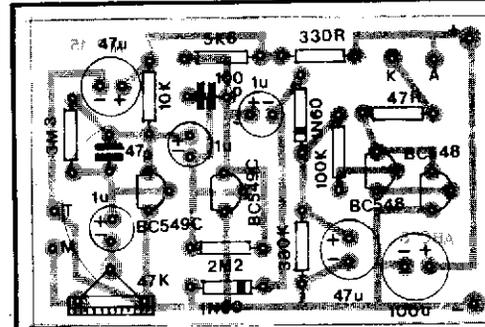

Fig. 5
- FIG. 5 - “Chapeado” da montagem, ou seja: diagrama da placa, agora vista pelo lado não cobreado, com todos os principais componentes posicionados, codificados, polaridades e outros dados claramente indicados (a plaquinha que acompanha o PACOTE/AULA contém **toda** essa demarcação, feita em **silk-screen**, o que facilita **muito** as operações de colocação e soldagem das peças...). **Todas** as “velhas” normas para boas soldagens, bem como os “maceletes” que levam ao sucesso na técnica de Circuito Impresso, devem ser rigorosamente observados (os detalhes estão em “Aulas” anteriores do ABC. Não vamos, aqui,